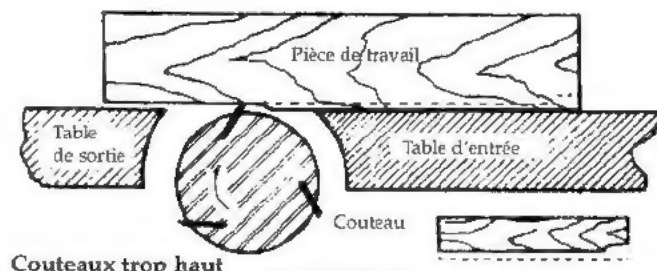

FIGURE 28
9. Si les couteaux sont ajustés trop haut, la pièce de travail sera gougée au bout de la coupe, tel qu'illustré à la Fig. 28.